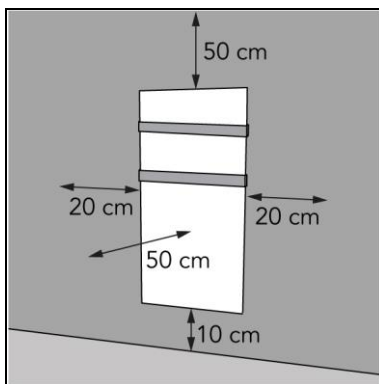

Figure 6
2. Placez l'appareil à une distance minimale (Figure 6) de :